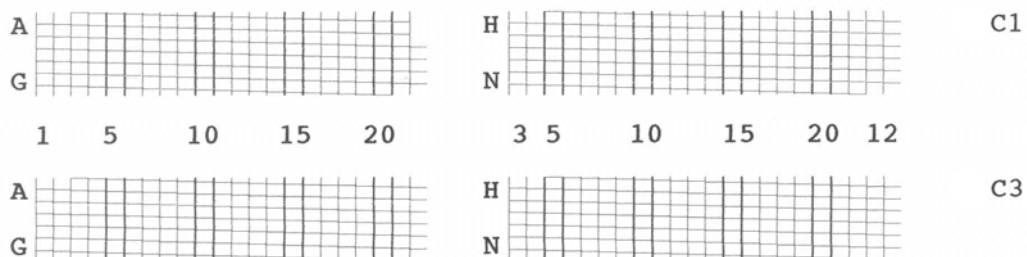

Abbildung 26: Muster A
- Muster A zeigt den Zustand der Patronen mit Hilfe eines Gitters an (siehe Abbildung 26).